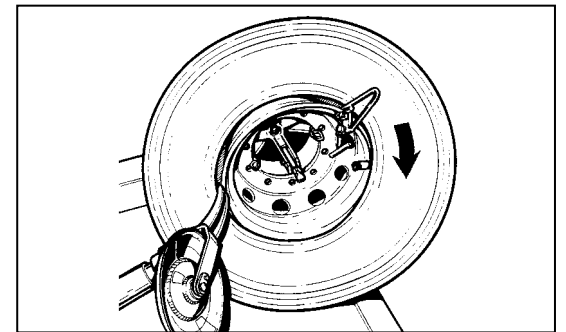

Fig.26
Lift the chuck arm and position the mounting hook or tubeless roller approximately 1.5 cm ( 1/2") to the inside of the rim edge and approx. 1.5 cm ( 1/2") away from the rim edge (Fig.26). The mounting clamp is at 11 o'clock approximately.
*Soulever le bras porte-arbre et positionner le crochet de montage ou le galet tubeless à environ 1,5 cm (1/2") à l'intérieur du bord de la jante et à environ 1,5 cm (1/2") en direction radiale (Fig. 26). L'étai de montage se trouve à 11 heures.*
Den Spannfutterarm nach oben fahren und den Montagehaken ca. 1,5 cm von der Innenseite und ca. 1,5 cm in der Höhe von der Felge freigestellt positionieren (Abb. 26). Die Montageklemme befindet sich dabei in 11-Uhr-Stellung.